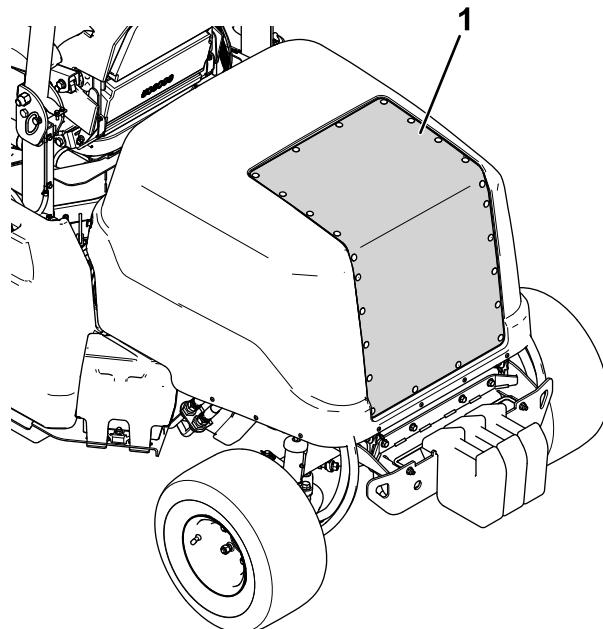

Figure 73
2. Nettoyez la grille du capot à l'air comprimé (voir Figure 73). Dirigez l'air de l'intérieur vers l'extérieur de la machine.